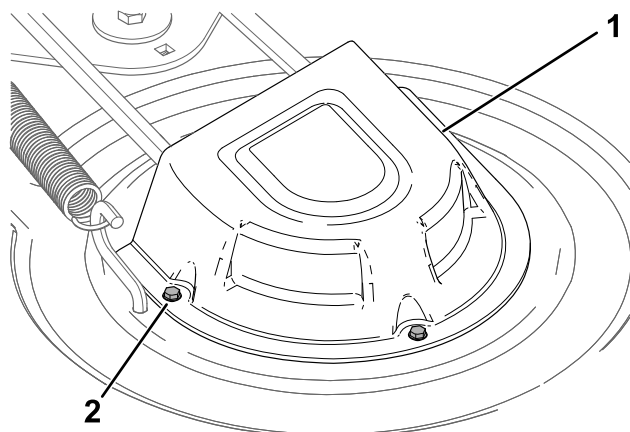

Figure 54
5. Desserrez les vis et déposez le couvercle des poulies (Figure 54).